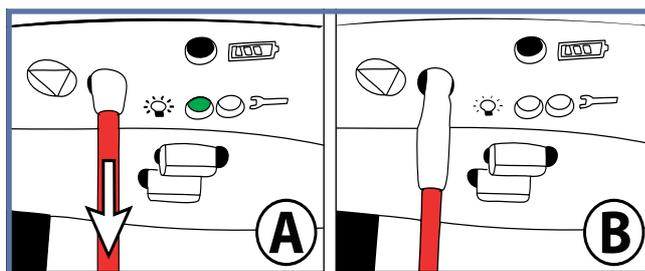

Fig. 9
- 1) Hvis du vil stoppe løfteren i en nødsituasjon, trekker du forsiktig i den røde nødsnoren til du hører et klikk (se Fig. 9 - A). Du vil se at plastinnlegget i tilbakestillingsbryteren øverst på den røde snoren har falt ned (se Fig. 9 - B). Den grønne lampen er også slukket. Du vil kanskje også se at pasienten begynner å senkes langsomt når nødstoppen aktiveres. Dette er normalt.